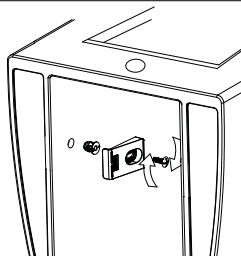

FIGURA 5
3) Posizionare la curva tecnica nella flangia a pavimento. Ancorare la piastra alla parete e collegare con la curva tramite perno filettato. Figura 5